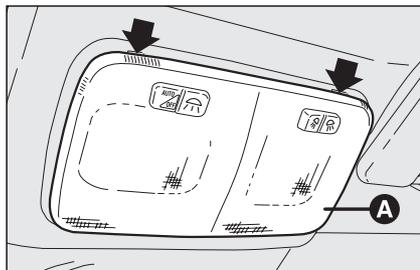
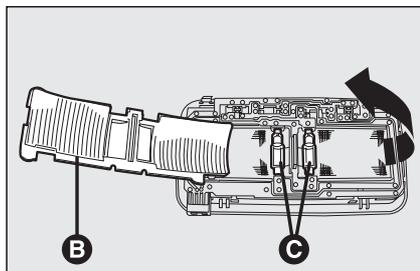

Abb. 34
Abb. 35
- Auf die von den Pfeilen angegebenen Punkte einwirken, und die Deckenleuchte **A-Abb. 34** entfernen;
- Die Schutzklappe öffnen **B-Abb. 35**;
- Die Glühlampen **C-Abb. 35** nach Aufbiegen der seitlichen Kontaktzungen ersetzen und prüfen, dass die neuen Glühlampen von den Kontaktzungen richtig gehalten werden;
- Die Klappe **B-Abb. 35** wieder schließen, und die Innenleuchte **A-Abb. 34** in ihrer Aufnahme befestigen und sicherstellen, dass die Einrastung erfolgt ist.